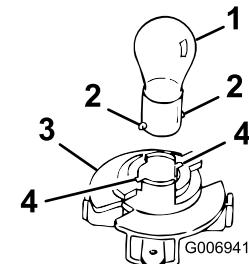

Bild 41
3. Drehen Sie die Birnenfassung um eine Viertelumdrehung nach rechts und nehmen die Birne aus dem Reflektor heraus (Bild 41).
4. Setzen Sie die Birne ein und drehen Sie diese nach links bis zum Anschlag (ungefähr 1/4 Umdrehung), und nehmen sie die Birne aus der Birnenfassung heraus (Bild 41).
2. Stecken Sie den Sockel in die Fassung (Bild 41).